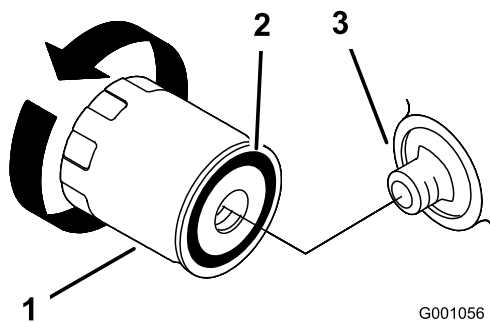

図 18
2. オイルフィルタを外し、フィルタのアダプタガスケットの表面をきれいに拭く 図18。
3. 新しいフィルタのガスケットにオイルを薄く塗る 図 18。
4. アダプタにフィルタを取り付け、ガスケットがアダプタに当たるまでフィルタを右に回し、そこから更に 2/31 回転増し締めする 図 18。